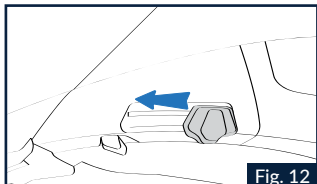

Fig. 12
1.1 Para activar el VPS, accione el cursor tal como se muestra en la Fig. 12 hasta oír el clic que confirma la posición deseada del VPS.
- 3.1. Abra la mentonera del casco y baje el VPS completamente (consulte las instrucciones anteriormente descritas). (Fig. 12).
(consulte las instrucciones anteriormente descritas) (Fig. 12).